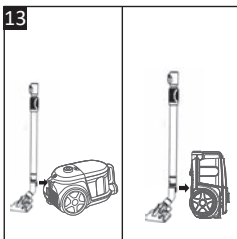

Fig. 13
- Apăsăți butonul de eliberare a tubului telescopic (21) pentru a retracta tubul înainte de parcare.
- Poziție de parcare orizontală** – Culisați fila de pe gâtul periei de pardoseală (17) în fanta de parcare de pe spatele aspiratorului conform ilustrației (Fig. 13).
- Poziție de parcare verticală** – Poziționați aspiratorul în poziție verticală și culisați fila de pe gâtul periei de pardoseală (17) în fanta de parcare de sub aspirator conform ilustrației (Fig. 13).